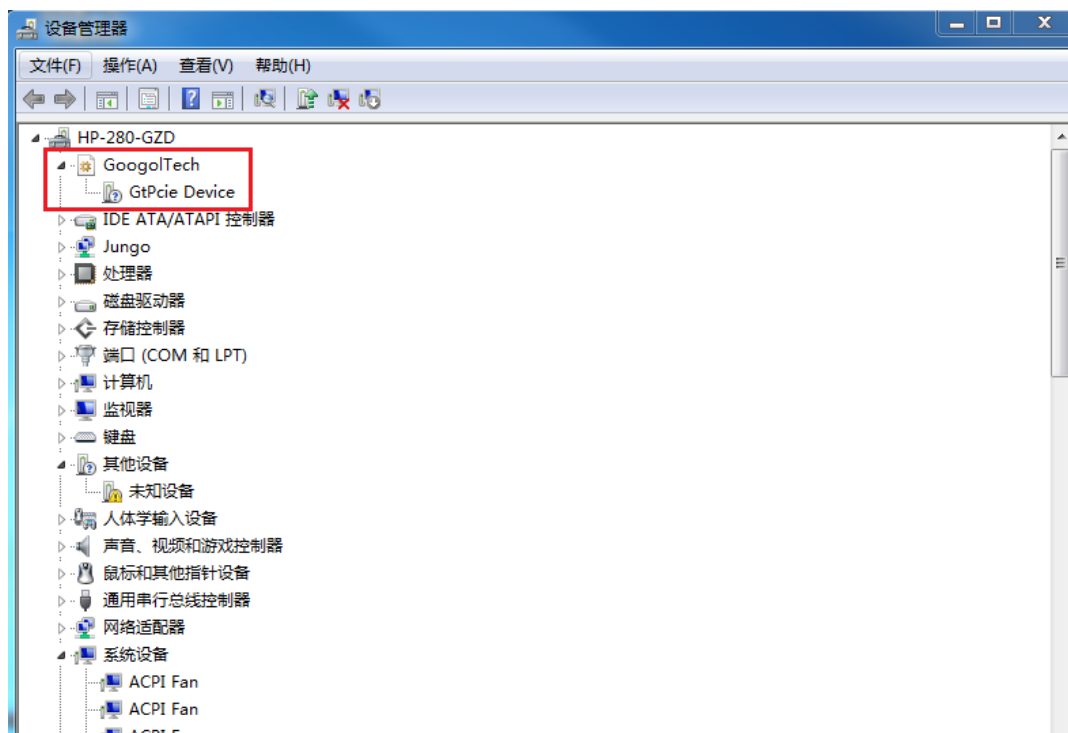

图 2-7 控制器驱动程序安装界面 7
(9) 安装成功后, 打开设备管理器, 可以看到驱动已经安装成功, 如图 2-7 所示。